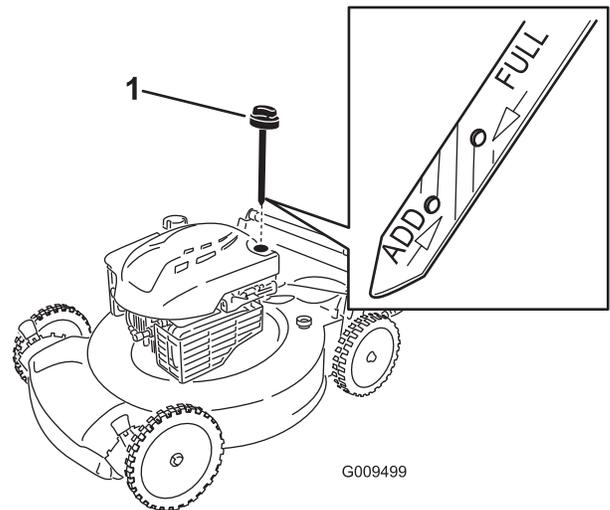

Figura 5
2. Retire la varilla girando el tapón en el sentido contrario a las agujas del reloj y tirando del mismo (Figura 5).
5. Observe en la varilla el nivel de aceite (Figura 5).